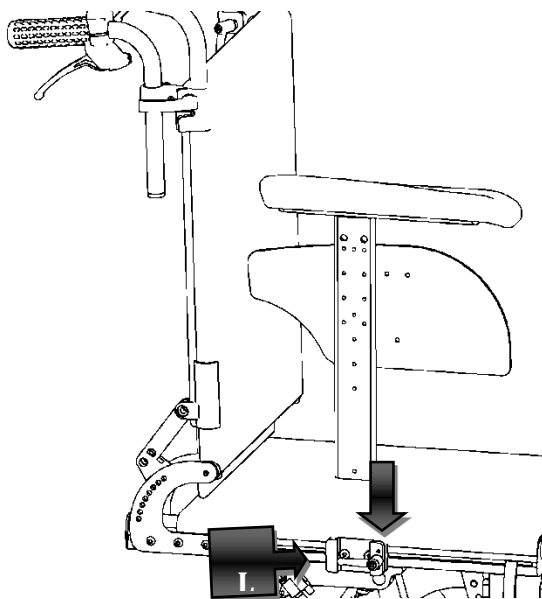
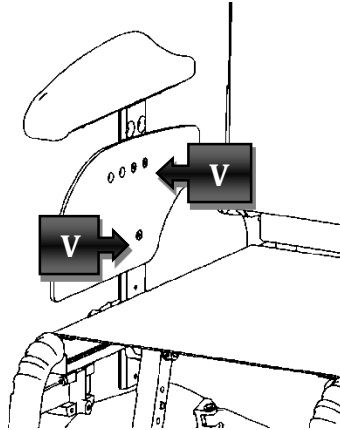

Figura 9
Figura 10
È possibile effettuare due diverse regolazioni per i braccioli, in altezza e in profondità. Iniziamo a vedere come montare il bracciolo. È sufficiente introdurlo nell'apposito alloggiamento come indicato nella Figura 9 in basso e fissarlo girando la leva (L).
Per quanto riguarda la regolazione dei braccioli in altezza è necessario intervenire sulle 3 viti indicate in Figura 10 per regolare il fianchetto all'altezza desiderata e poi agire sulla leva (**L**) indicata in Figura 9.